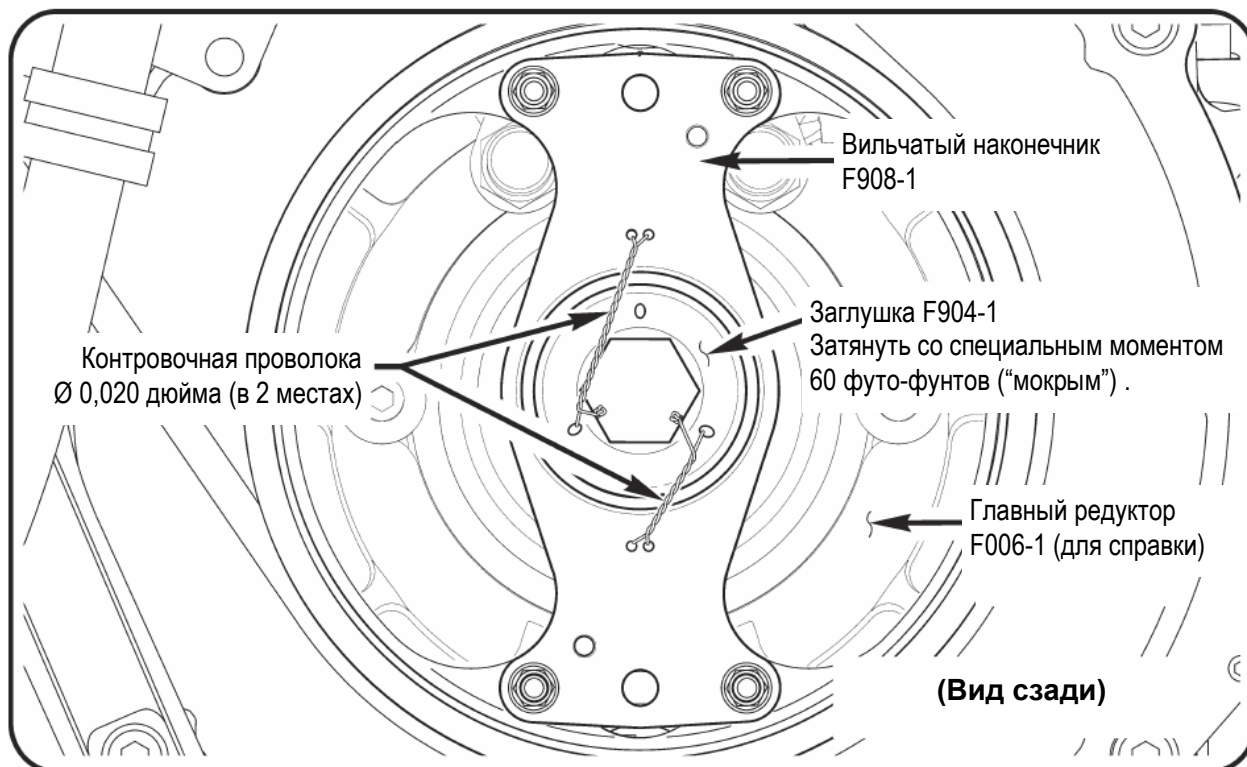

Рисунок 1
4. См. Рисунок 1. Включите тормоз несущего винта. Снимите и утилизируйте контровочную проволоку, фиксирующую заглушку F904-1 к вильчатому наконечнику, и снимите заглушку с помощью переходника с шестигранным наконечником на $\frac{3}{4}$ дюйма. Визуально осмотрите переднюю гибкую пластину C947-3 и заглушку на отсутствие повреждений. В случае обнаружения повреждений закажите детали на замену в отделе обслуживания клиентов RHC (RHC Customer Service).